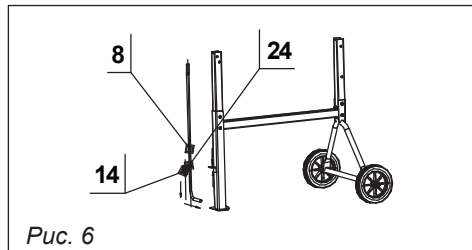

Рис. 6
9.3. Установить на ось **поз. 8** шайбу **поз. 24**, пружину **поз. 14**. Установить ось в сборе с пружиной и шайбой в уголок стойки **поз. 5**, (см. на рис. 6).